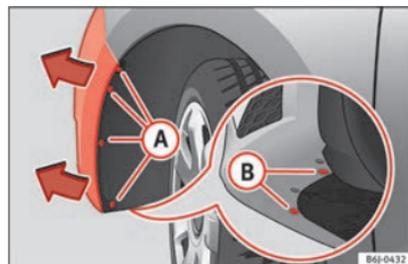

Abb. 191 Nebelscheinwerfer: Zugriff auf die Steckverbindung und den Lampenträger
- Entfernen Sie die 4 Schrauben (A) » Abb. 191 aus dem Inneren des Radhauses und die 2 unteren Schrauben (B) »
» Abb. 191 des Stoßfängers mit einem Schraubendreher.